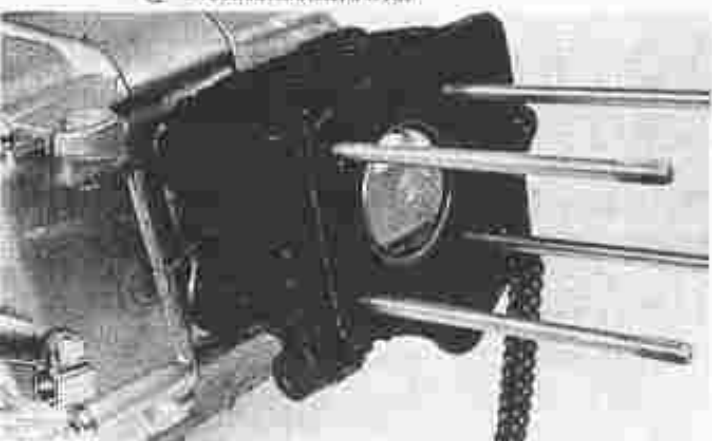

Fig. 29 Demonteren van cilinder
- 5) Verwijder de vier cilinderkopmoeren en het cilinderkop-bovendeksel. Til de cilinderkop van de cilinder af. (Fig. 29)